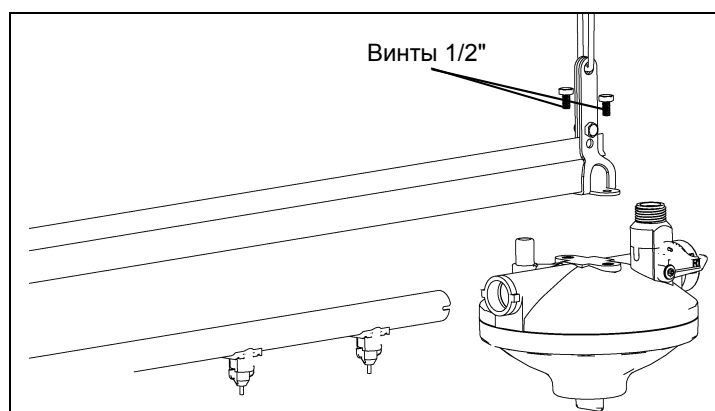

Рисунок 7Е
1. Установите регулятор на опорный кронштейн с помощью двух (2) винтов длиной 1/2" (S-4614) из комплекта регулятора как показано на Рисунок 7Е.
2. Вставьте водопроводную трубу в регулятор и совместите вырезы в трубе с направляющими регулятора, как показано на Рисунок 7Е. **ПРИМЕЧАНИЕ:** Рекомендуется установить клапаны поилки на водопроводные трубы до начала монтажа системы на месте, чтобы не допустить попадания мусора в водопроводную систему. (См. раздел "Клапан поилки" на стр. 30.)